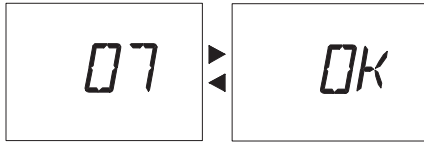

Рис. 11
- 6 Через 5 секунд после ввода желаемого значения **выбранной мощности** произойдет автоматическое сохранение настройки, после чего на ЖК-дисплее отобразится надпись **OK** (Рис. 11) в качестве подтверждения сохранения.